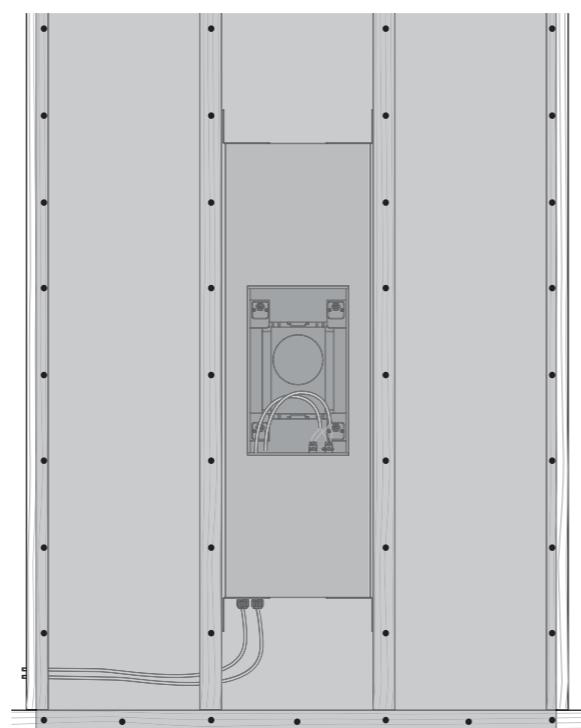

图6. 干壁螺钉。
1. 在后罐位置周围安装石膏板最好使用单个大板, 垂直中心线位于后罐垂直中心线上方 (图6)。或者, 可以将盖子留在上面, 然后将石膏板安装在盖子周围的四个部分。